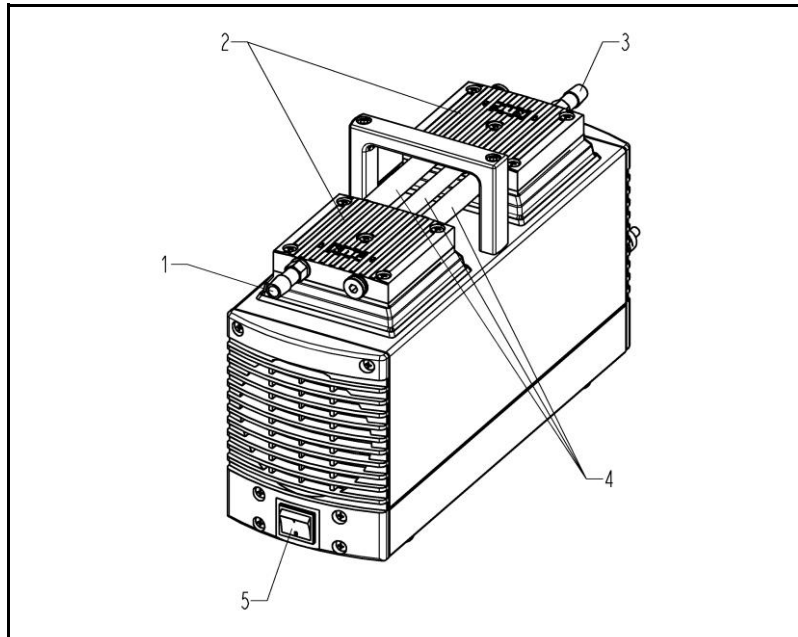

Abb. 2
- Pumpe mit Netzschalter einschalten (siehe Abb. 2).
- Pumpe mit Netzschalter ausschalten (siehe Abb. 2).